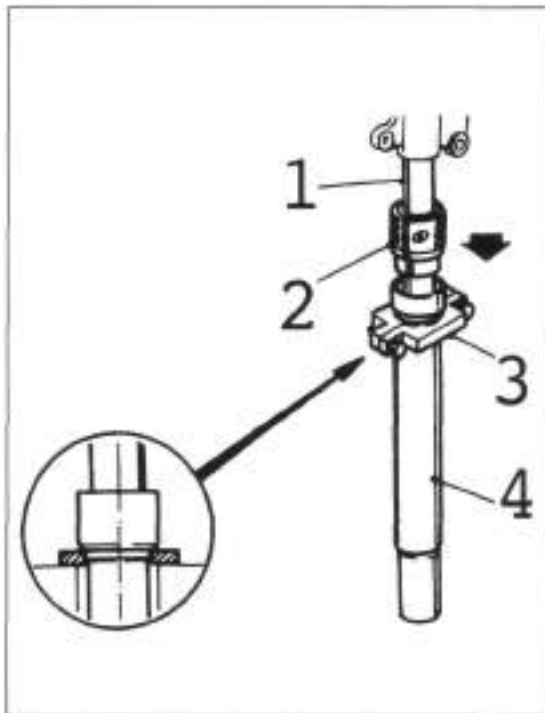

Bild 243
- Standrohr spannungsfrei befestigen (hilfreich dabei **DUCATI-Werkzeug 88713.0959** Bild 243) und mit **Ducati-Werkzeug 88713.0957** **3** Standrohrbuchse **1** mit aufgelegtem Sitzring eintreiben. Es folgt Wellendichtring **3**.